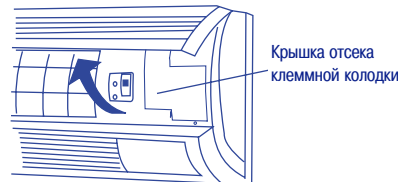

Рис. 17
- 2) Вывинтите винты и откройте крышку отсека клеммной колодки (рис. 17).